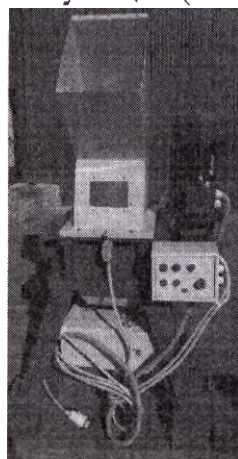

Рис.7 Измельчитель
10.3.1 Перед началом эксплуатации измельчитель распакуйте и установите на ровном полу или бетонном основании на месте эксплуатации (см. рис.7).